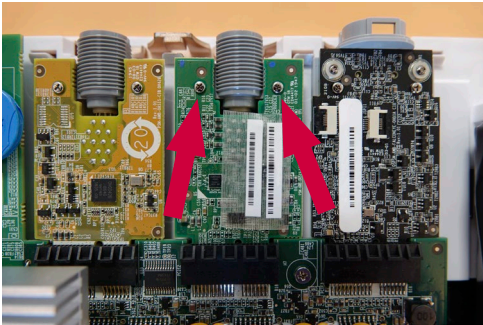

Figura 21 Rimuovere le viti dalla scheda VDI da sostituire
- a) Usare il cacciavite per allentare le due viti che fissano la scheda VDI (Figura 21)
- e) **Inserire e serrare le due viti nere (coppia max. 0,2 Nm) che fissano la scheda VDI (Figura 21)**